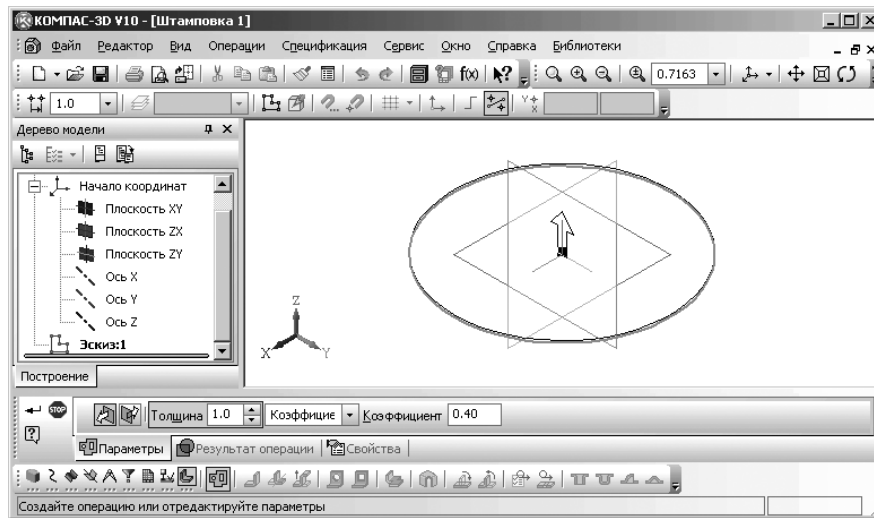

Рис. 7.76. Состояние системы в режиме создания листового тела
- щелкните в **Компактной панели** по кнопке переключателю  – **Элементы листового тела**, а затем в появившейся панели инструментов по кнопке  – **Листовое тело**. Появится соответствующая **Панель свойств: Листовое тело**. Одновременно появится фантом листового тела. Это состояние системы показано на рис. 7.76;